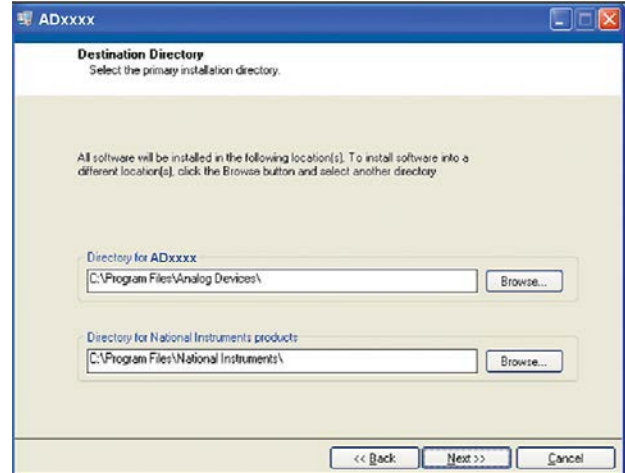

图9. AD7176-2评估软件安装：
4. 选择软件的安装位置，然后单击“下一步”。(图9显示默认位置，它是该窗口打开时显示的位置，但您可以单击“浏览”，选择其它位置。)